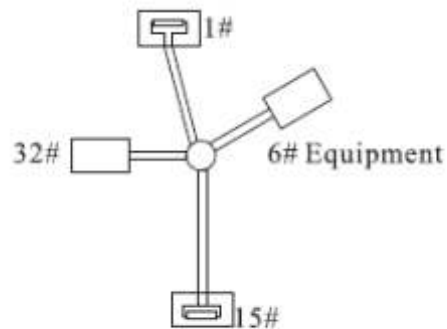

Figure3
- Anschluss des 120 Ohm Endwiderstands: Siehe Anschluss für Einzelsystem. Unter bestimmten Voraussetzungen wird beim tatsächlichen Anschluss eine Sternschaltung verwendet. Der Endwiderstand muss an die beiden Geräte angeschlossen werden, die am weitesten voneinander entfernt sind, also z.B. Geräte Nr. 1 und Nr. 15 in Abbildung 3. Die Sternschaltung entspricht allerdings nicht den Erfordernissen der RS485 Standards. Dadurch können Probleme, wie z.B. Signalreflexionen oder geringere Anti-Interferenzleistung verursacht werden, wenn die Verbindungen über sehr lange Kabel erfolgen. Die Zuverlässigkeit der Steuerungssignale reduziert sich